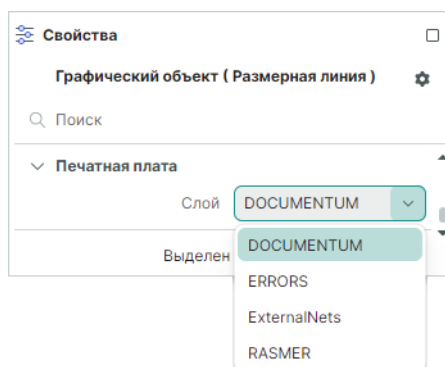

Рис. 284 Группа «Печатная плата»
5. Группа «Печатная плата» содержит выпадающий список с выбором слоя размещения размерной линии, см. Рис. 284.